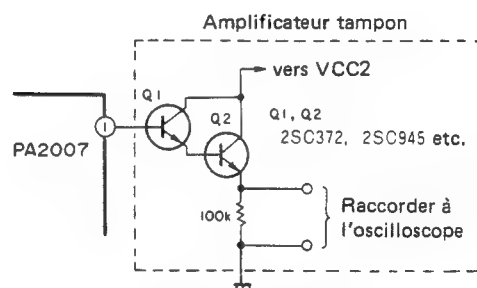

Fig. 11-2 Raccordement de l'amplificateur tampon
2. Raccorder l'amplificateur tampon à la broche 1 de ICI PA2007 sur la carte de circuit imprimé du circuit moteur, comme indiqué à la Fig. 11-2, et raccorder la sortie à un oscilloscope.